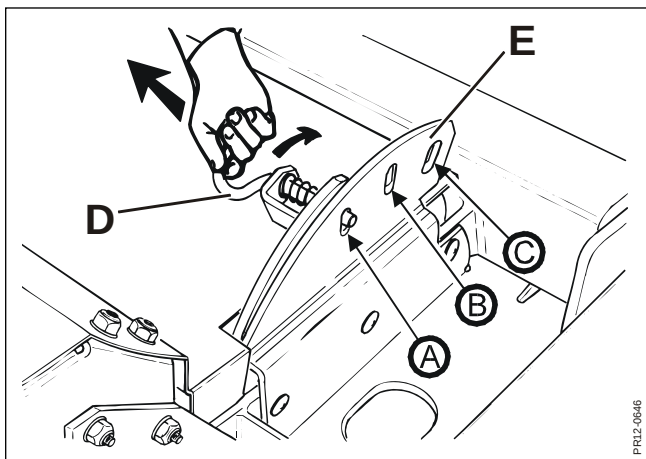

Fig. 3-16
Fig. 3-16 Systemet betjenes med håndtaget **D**, som kan placeres i 3 positioner på konsollen **E**. Crimperpladens afstand til rotoren ændres ved at flytte håndtaget **D** til et af de andre huller i konsollen **E**. Placeres håndtaget i pos. (A), er afstanden mellem crimperpladen og crimperfingrene lille, i pos. (B) er afstanden middel og i pos. (C) er afstanden stor.